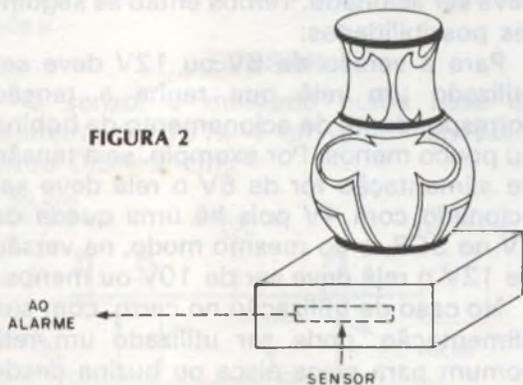

FIGURA 2
- Objetos, quando qualquer movimentação do mesmo pode disparar o circuito. Com ele, objetos de arte podem ser protegidos com facilidade conforme sugere a figura 2.